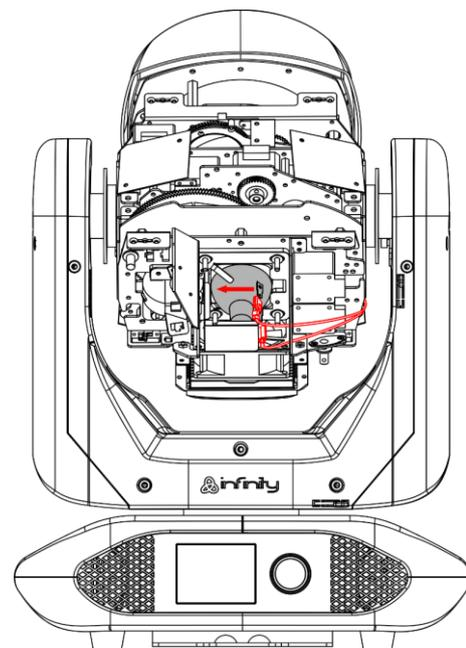

Abb. 04
- 05) Trenn Sie die 2 Kabel von den Lampenanschlüssen (Abb. 04).
- 06) Drücken Sie die Lampe vorsichtig nach links gegen die zwei Federn auf dieser Seite (Abb. 04).